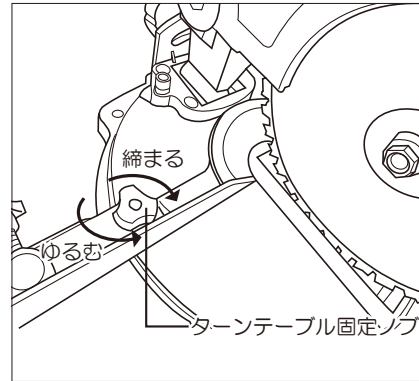

図1
■ターンテーブルの角度調整 (図1参照)
- ①ターンテーブル固定ノブを緩めてください。
- ②ハンドルを左右に動かして任意の角度に合わせてからターンテーブル固定ノブを締めてください。